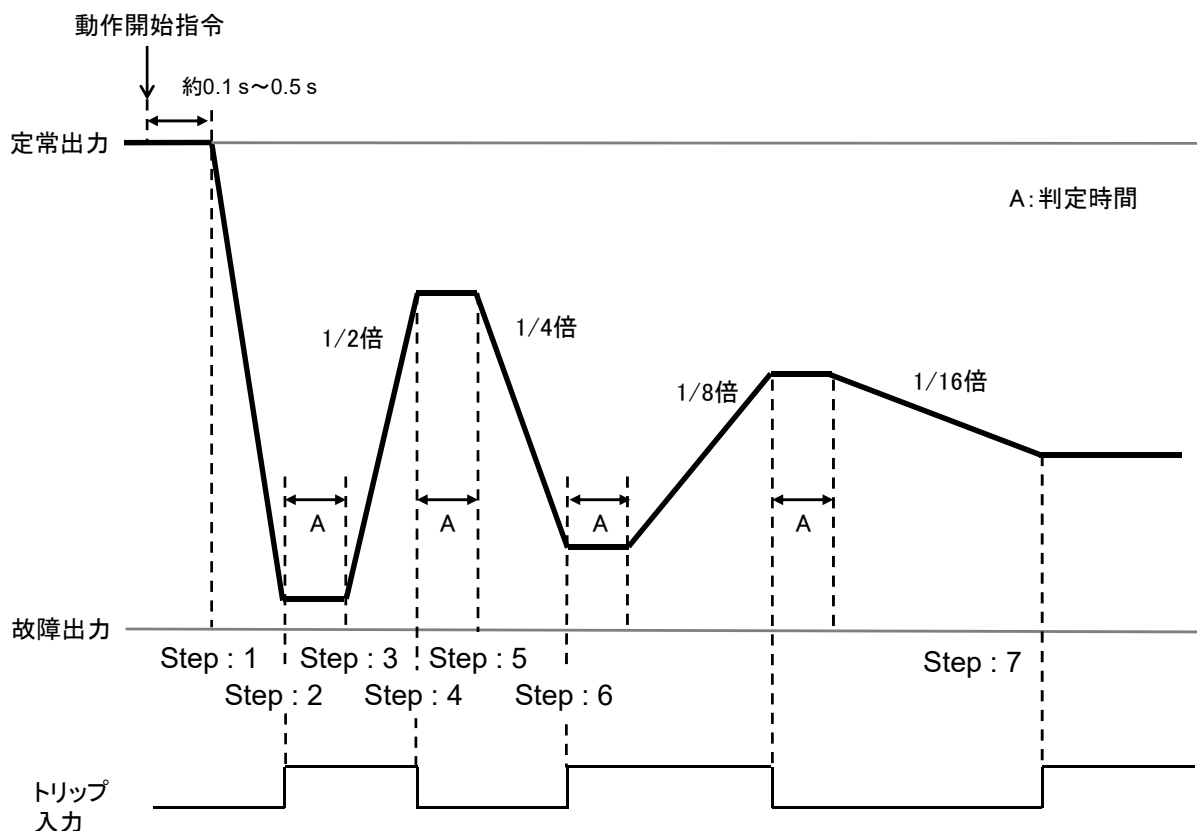

図 3-15 自動スweep試験シーケンスの例（出力急変：無効時）
出力急変：無効，スweep方向：定常⇒故障，スweep回数：3 回，出力カット：無効に設定したときの試験シーケンスの例を図 3-15 に示します。
- Step : 3 判定時間後に再びトリップ信号を判定し、トリップ信号が入力されていれば定常方向に、解除されていれば故障方向にスイープを再開します。これは、スイープを停止して一定の時間後にトリップ信号が解除された場合は、はじめの inputs がチャタリングによるものと判断するためです。図 3-15 においてスイープの速さは、はじめの 1/2 倍の時間となります。
- Step : 5 判定時間後、トリップ信号が解除されていれば故障方向に、トリップ信号が入力されていれば定常方向にスイープします。スイープの速さは先ほどの 1/2 倍の時間（はじめの設定時間の 1/4 倍）となります。図 3-15 においてスイープ回数は2回になります。